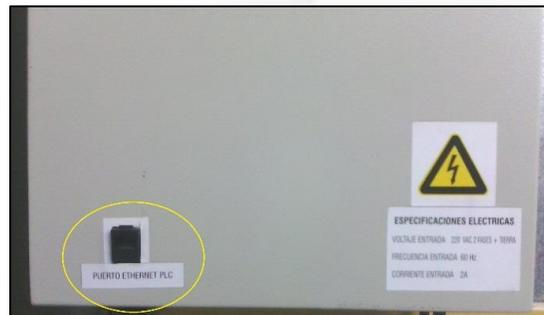

Imagen 8. Puerto conexión Ethernet PLC-SCADA
4.3.2. Para acceder al sistema de control y/o de monitoreo (PLC-SCADA) se debe realizar la conexión de un cable de red de conectores RJ45 tipo macho (Patch Cord Ethernet), entre la ranura de conexión del tablero como se muestra en la imagen 8 y la tarjeta de red LAN del computador.